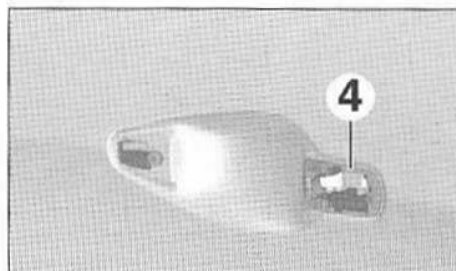

FIG.87
Vérifier la présence et l'état du joint (4) (Fig.87).